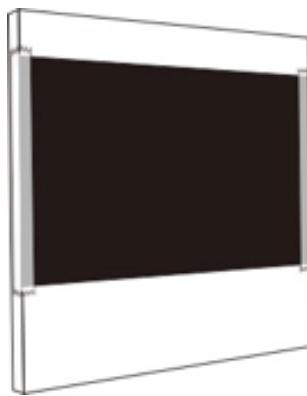

図10 黒画用紙をセロハンテープでとめる
10) 厚い方のアクリル板A(厚さ5mm)の保護シールの片面だけはがします。その面に図9のマジックミラーと同じ位置に黒画用紙をのせて、図10のように左右両端をセロハンテープでとめます。